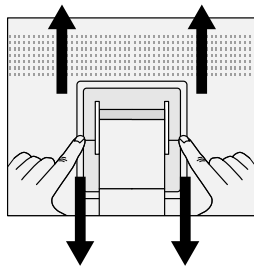

Figura S.2
4. Con il dito indice premere la zona contrassegnata con „▼“ e contemporaneamente far scivolare la copertura inferiore del supporto. (**Figura S.2**).